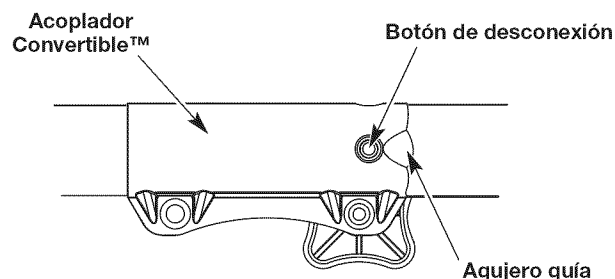

Fig. 2
NOTA: Alinear el botón de desconexión con el agujero guía facilitará la instalación (Fig. 2).
1. Para aflojar, gire la perilla en sentido contrario a las agujas del reloj (Fig. 2).
2. Oprima y sostenga el botón de desconexión (Fig. 2).